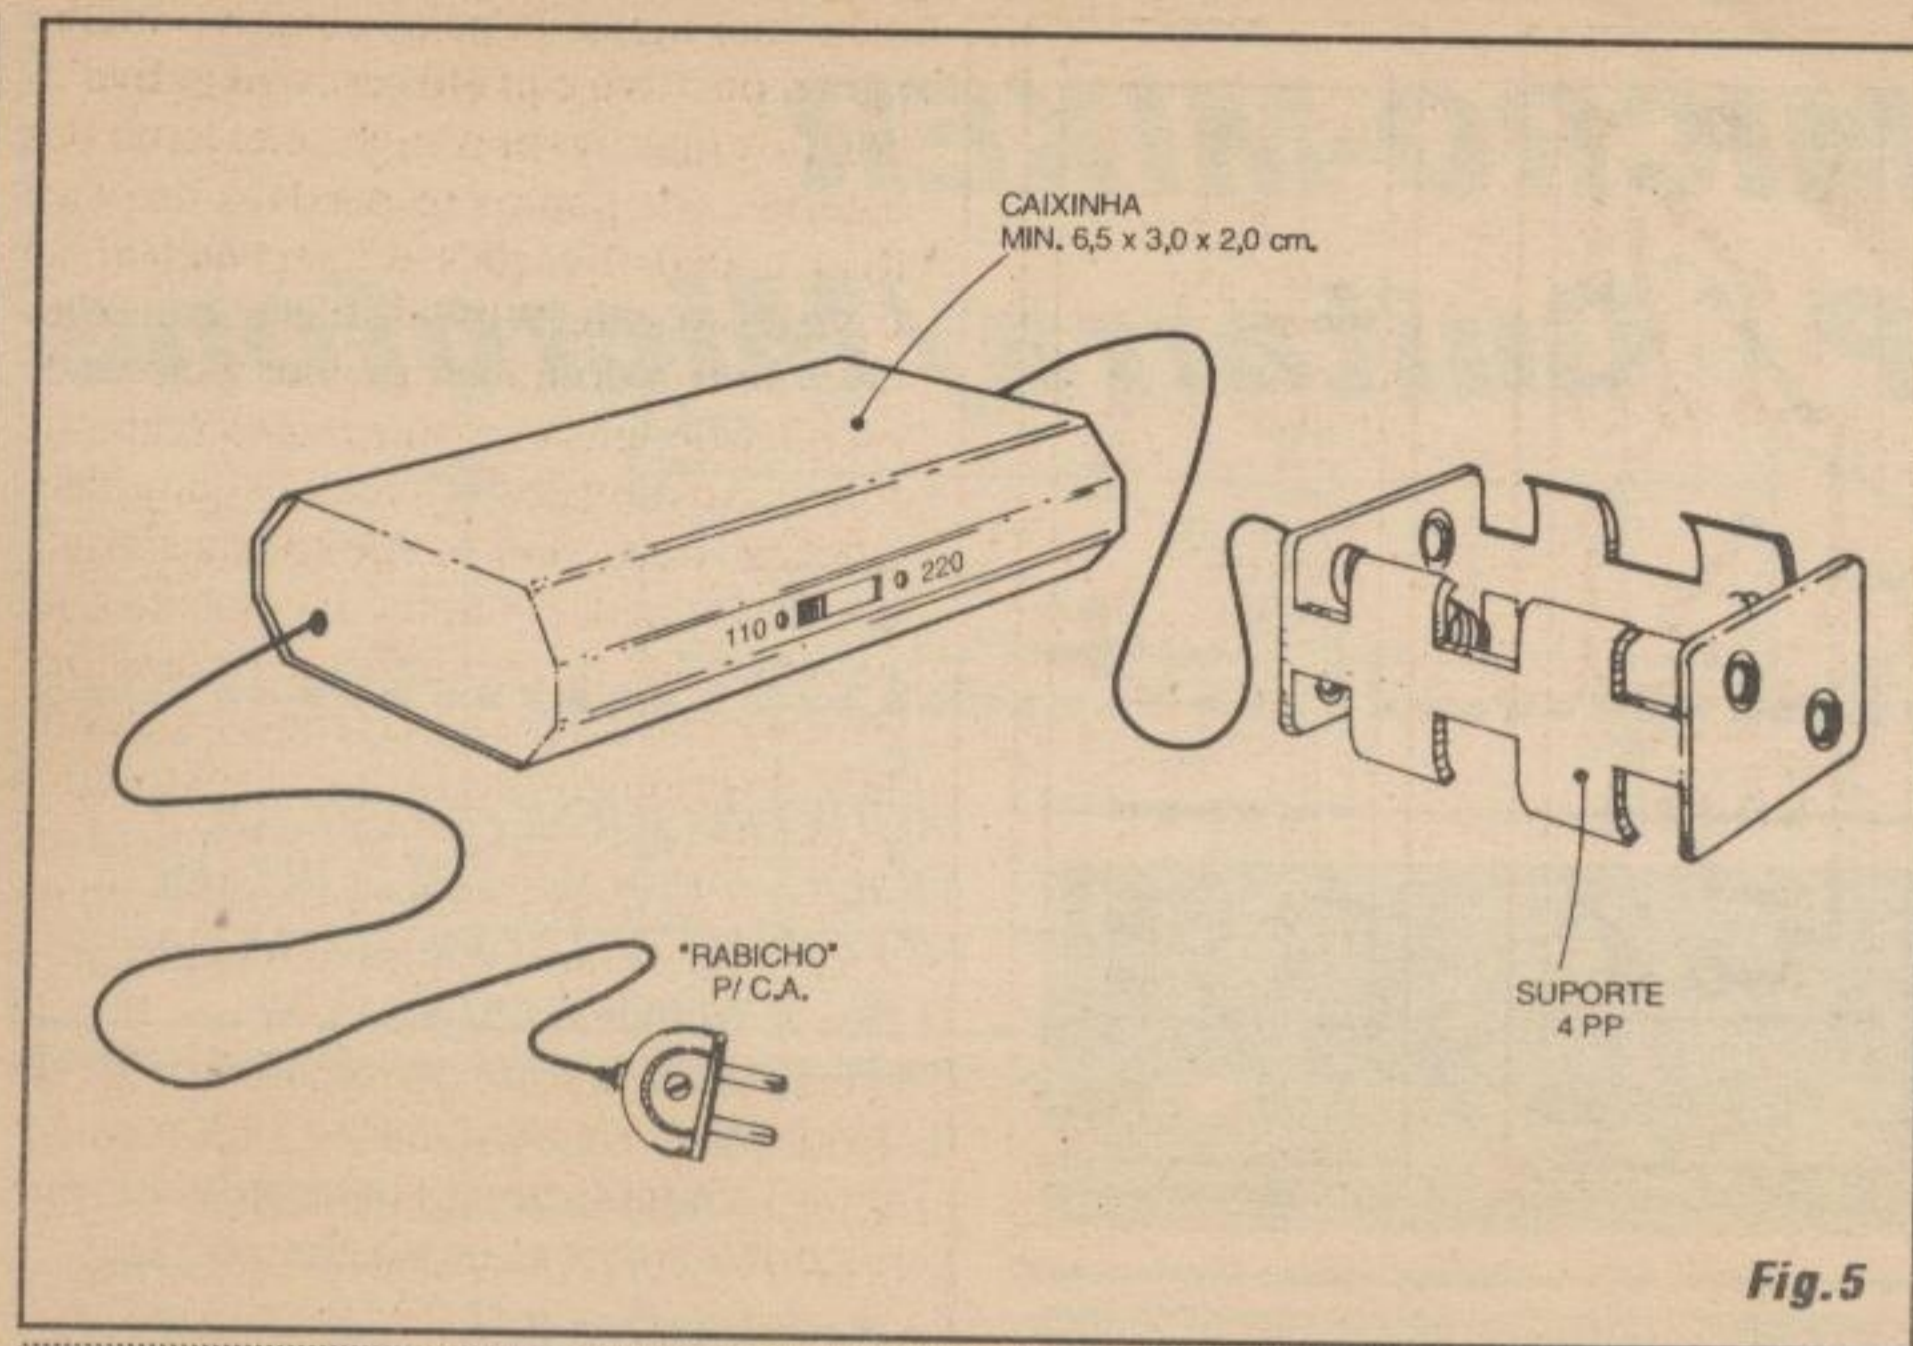

Fig. 5
- FIG. 5 - SUGESTÃO PARA O ACABAMENTO DO CABANC - Nenhuma sofisticação e o máximo de funcionalidade, é o que recomendamos para o acabamento do projeto, inclusive no *lay out* final do encapsulamento... A sugestão mostrada baseia-se no uso de um *container* de dimensões mínimas... Entretanto, se assim o leitor/hobbysta quiser, nada impede que a plaquinha do impresso seja fixada no interior de uma caixa padronizada (ou mesmo *improvisada* pelo construtor...) *maior*, com o que - eventualmente - poder-se-á *incluir* o próprio suporte para as pilhas/baterias num compartimento externamente acessível, resultando num acabamento geral ainda mais *profissional* e prático... De qualquer modo, o que *vale* mesmo no CABANC é a funcionalidade, a praticidade e *descomplicação* no uso...